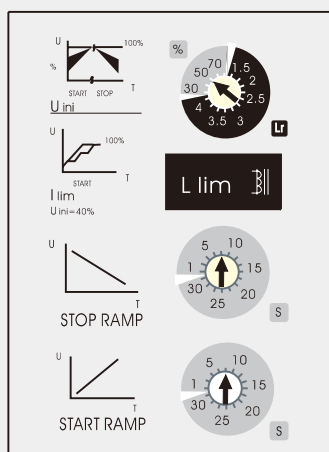

图4.1
5.5KW ~ 75KW电压上升，为1 ~ 30秒，90KW ~ 500KW 1 ~ 60秒(见图4.1)